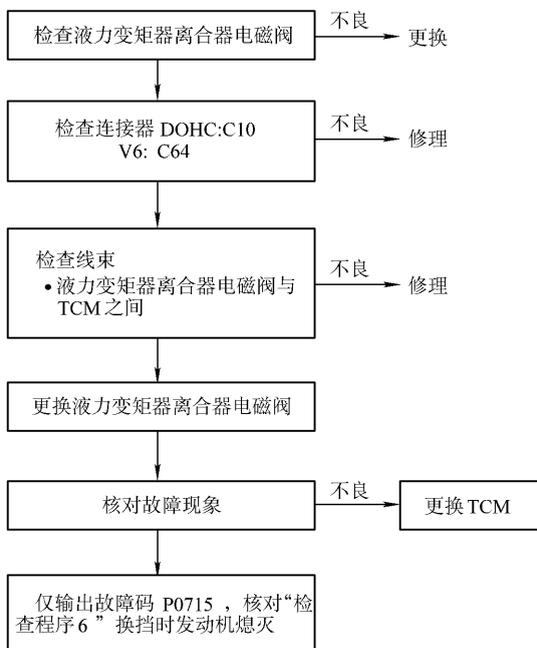

图 7-27 DTC P0743、P0740 故障诊断流程图
障的原因可能有：①液力变矩器离合器电磁阀不良；②连接不良；③TCM不良。DTC P0743、P0740——液力变矩器电磁阀故障诊断流程如图 7-27 所示。